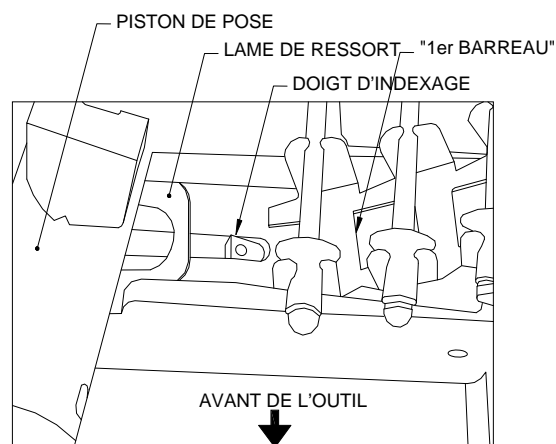

FIGURE 5: CHARGEMENT DU RUBAN DE RIVETS
4. Insérer l'extrémité du ruban de rivets sous la lame de ressort jusqu'à ce que le 1^{er} "Barreau" du ruban de rivets ait passé le doigt d'encliquetage (Fig. 5). Veiller à ce qu'aucun rivet ne soit poussé hors du ruban.